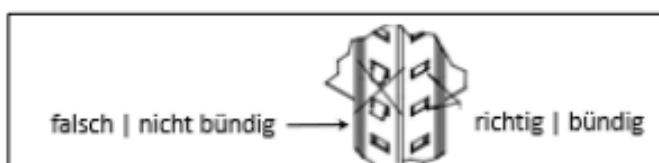

Abbildung 3
- **Schritt 3:** Die beiden Seitenprofile mit 5 Quertraversen (Bauteil C) mit Hilfe des Gummihammers verbinden. Darauf achten, dass die Metallzunge in der Nut bündig steckt und die Metallzunge beim Steckvorgang nicht verbogen wird (siehe Abbildung 3).
WICHTIG: Achte bitte bei allen Steckelementen darauf, dass die Zunge mit der Nut bündig steckt (siehe Abbildung 3). Ggf. den Schraubenzieher benutzen, um die Zunge bündig einzustecken. Falls die Zunge verbogen wird, kannst Du auch den Schraubendreher nutzen, um sie wieder zu begradigen.